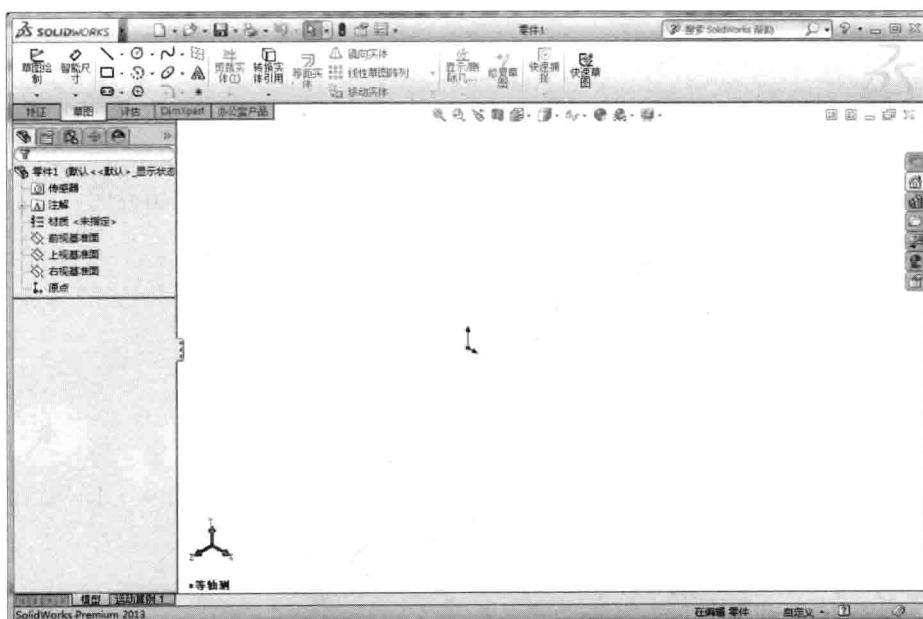

图 1-3 【零件 SolidWorks 用户界面】对话框
- (1) 单击 SolidWorks 使用界面上面的按钮□，出现【新建 SolidWorks 文件】对话框。
- (2) 单击【零件】选项，再单击【确定】按钮，出现零件 SolidWorks 用户界面对话框，如图 1-3 所示。